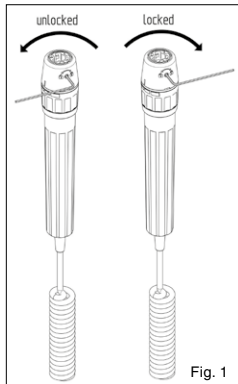

Fig. 1
- Los instrumentos insertados pueden ser asegurados contra la retirada no autorizada utilizando la llave allen suministrada según el procedimiento de la fig. 1.